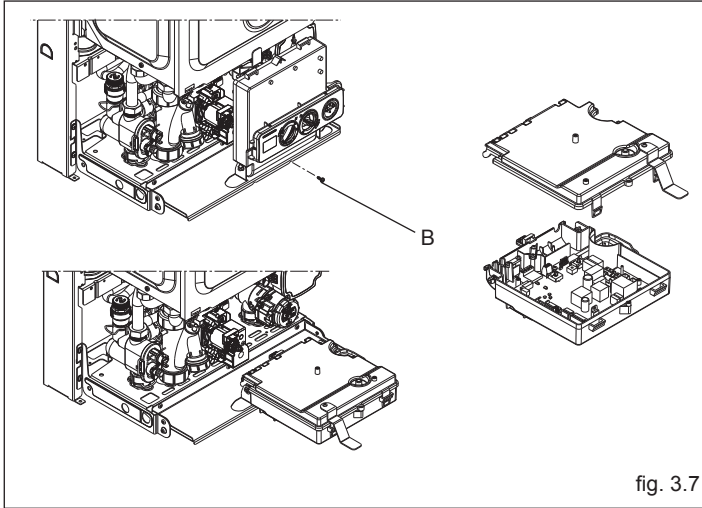

fig. 3.7
- svitare la vite (B) di fissaggio del coperchio morsettiera, quindi rimuoverlo (fig. 3.7)